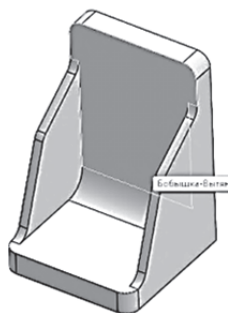

Рисунок 12.7
6. Для построения скруглений выберите команду «Скругление» выделите рёбра, указанные в примере (рис. 12.7), задайте величину радиуса **3 мм**. Скруглите.